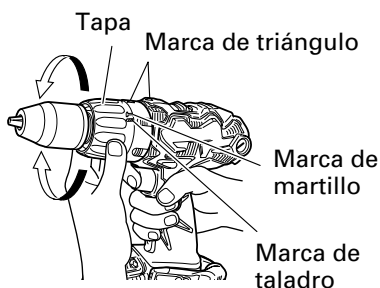

Fig. 21
9. Confirmar la posición de la cubierta <DV18DL> (Ver la Fig. 21)
- (2) Indicación del par de apriete (Consulte la Fig. 21 y 23)
(3) Ajuste del par de apriete (Consulte la Fig. 21 y 23)